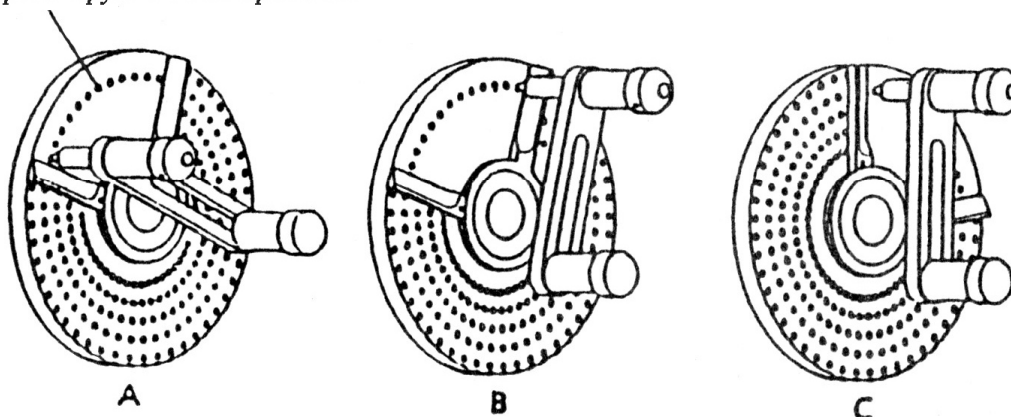
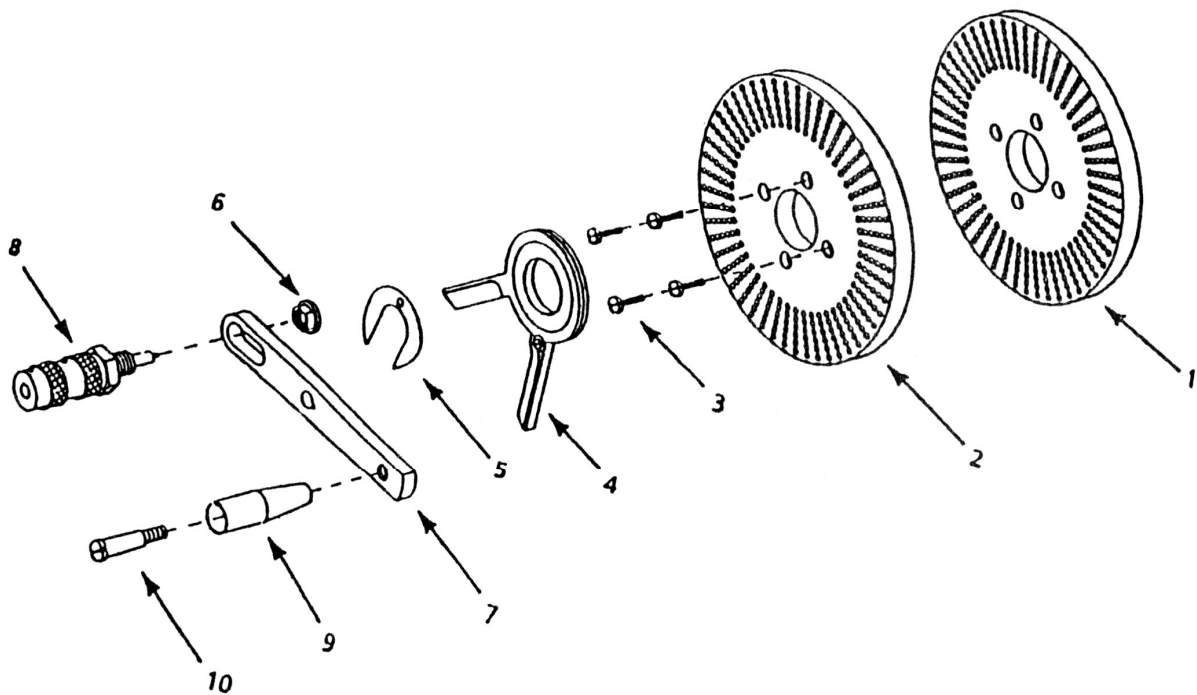

Рис. 2 - Кольцевые отверстия
Рис. 3 - Сменные части
Делительный диск (Рис. 2, 3 и 4)
Для установки делительного диска на поворотный стол, снимите рукоятку (№ 49). Прикрутите необходимый делительный диск к воротку, используя 4 винта (№ 3 на рис. 3). Оденьте сектор (№ 4 на рис. 3) на вал червячной передачи и на эксцентриковую муфту (№ 59 и №42 на рис. 4) с выкрученным винтом сектора. Зафиксируйте сектор, посредством пружинной шайбы (№ 5 на рис. 3) надвинув ее на сектор и зафиксировав в пазе на эксцентриковой муфте. Оденьте плечо кривошипа (№ 7 на рис. 3) на конец вала червячной передачи и закрепите с помощью гайки через гроверную шайбу. Растяните ограничители сектора так, чтобы между ограничителями сектора было точно 11 отверстий на круге с 34 отверстиями (См. Рис. 2). Закрутите винт сектора.
1. Вращать сектор необходимо так, чтобы ограничители сектора были напротив плунжера, как показано на рис. 2 А
2. Вращать плунжер по часовой стрелке 5 полных вращений и 10/34 вращения полного вращения между ограничителями сектора, как показано на рис. 2В.
3. Вращать сектор по часовой стрелке так чтобы первый ограничитель сектора оказался напротив плунжера как показано на рис. 2С.